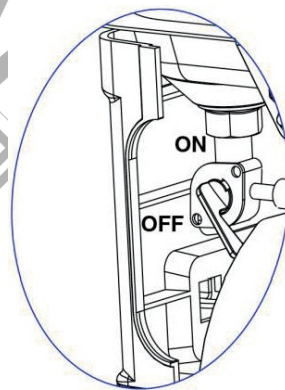

Fig. 5
**Levier du robinet de carburant (Fig. 5)**